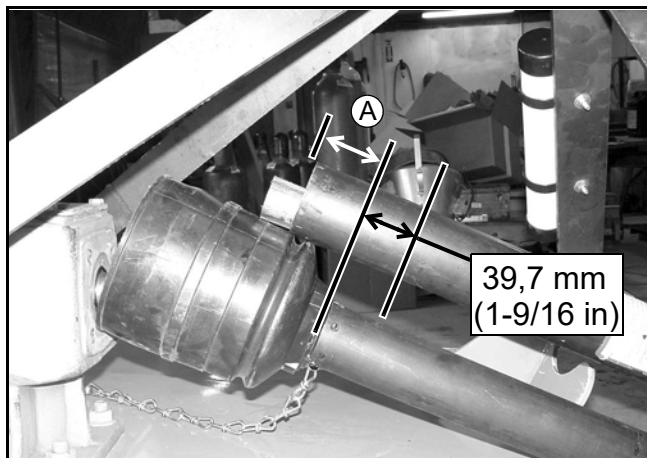

Figura 6. Determinazione della lunghezza della protezione
3. Misurare dall'estremità della protezione superiore alla base della campana sulla protezione inferiore (A). Aggiungere 39,7 mm (1-9/16 in) alla dimensione (A). Vedere Figura 6.